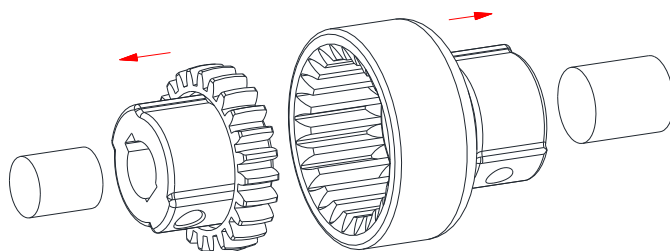

Bild 10: Montage der Nabe und Steckhülse
- Montieren Sie die Nabe bzw. Steckhülse auf die Welle der An- und Abtriebsseite (siehe Bild 10).